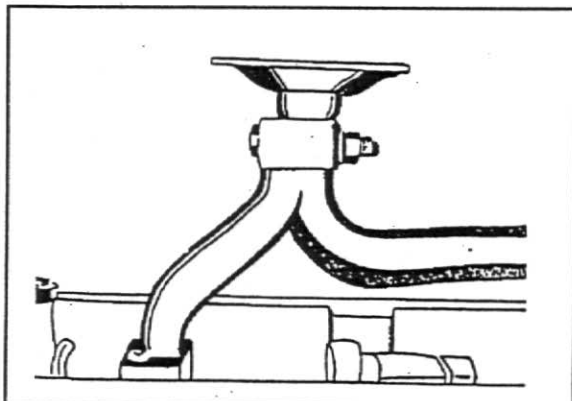

Fig.19
5. Monte o tubo de sucção, substituindo sua junta de vedação com a bomba de óleo. Fixe seus parafusos aplicando um torque de 16 - 22 Nm (1,6 - 2,2 kgfm) (12 - 16 lbf ft). Posicione e fixe o suporte do tubo junto à capa do mancal nº 4, fig.19.